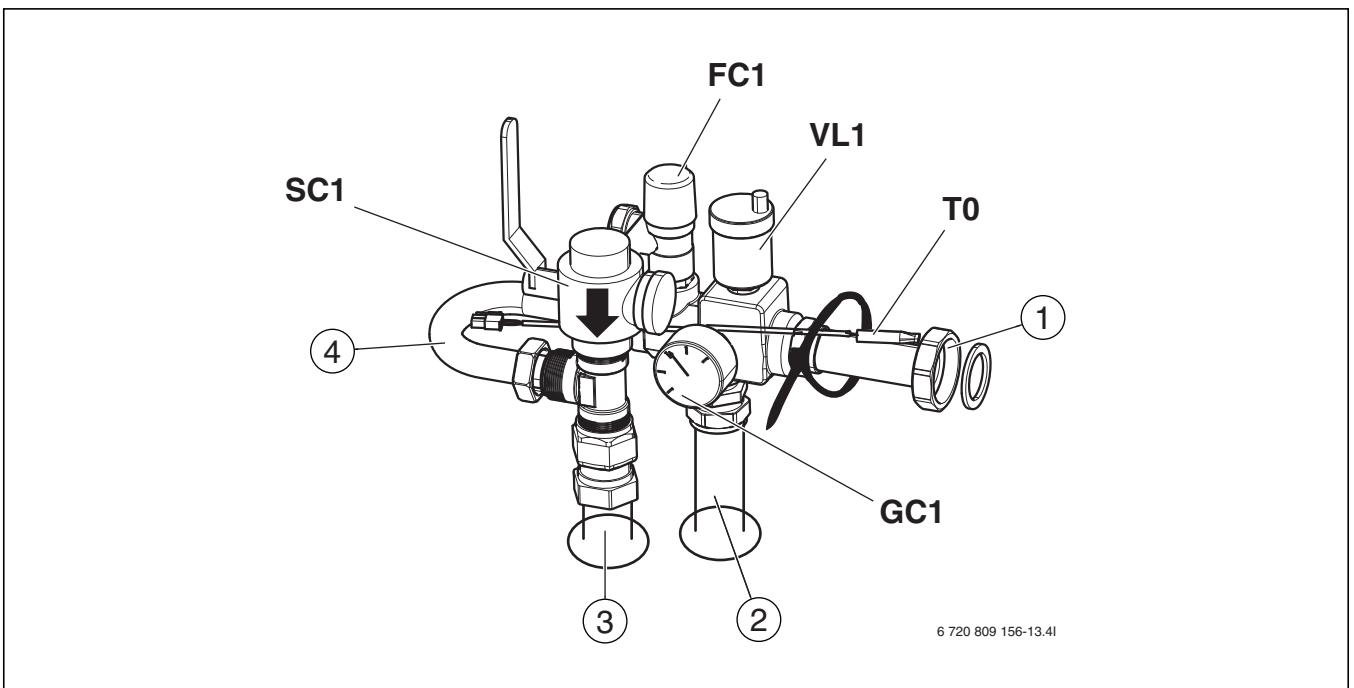

Bild 11 Säkerhetsgrupp monterad
- ▶ Montera först partikelfiltret ([SC1], bild 11) på T-stycket.
- ▶ Montera övriga delar, men dra inte åt muttrarna helt på bypassen ([4], bild 11).
- ▶ Sätt in framledningstemperaturgivaren i fickan på röret ([T0], bild 11), säkra givaren med ett buntband.
- ▶ Efterdra muttrarna på bypassen ([4], bild 11).